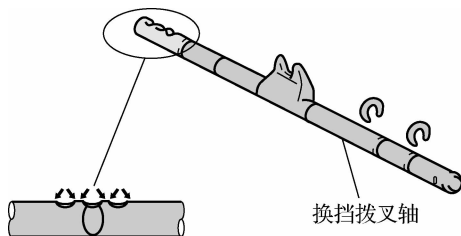

图 6-53 换挡拨叉轴的磨损检查
(2) 换挡拨叉轴的磨损检查。如图 6-53 所示，目视检查拨叉轴的工作表面，如果发现有斑点、拉伤，就用细砂纸打磨。若磨损严重，应更换拨叉轴。